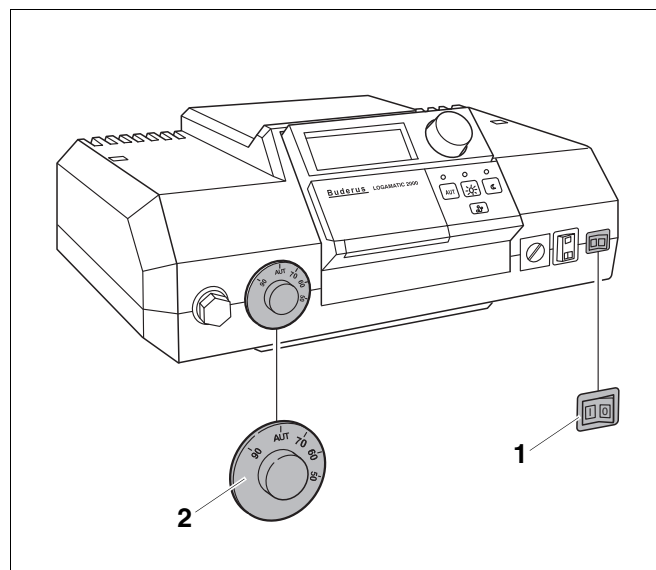
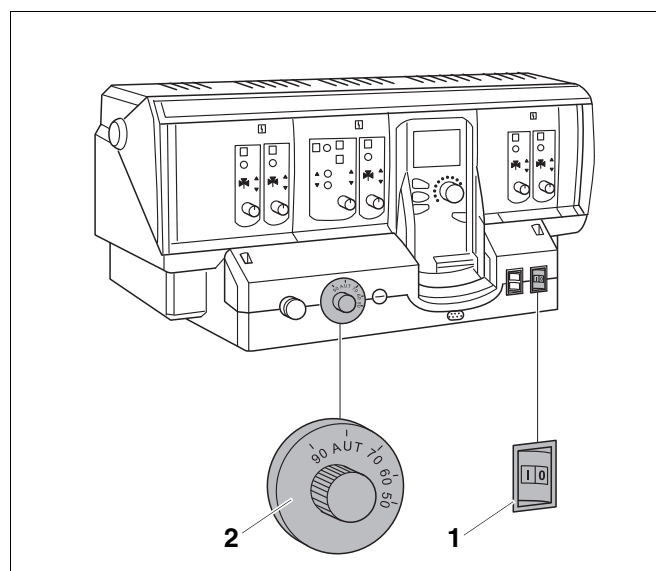

Рис. 24 Система управления Logamatic 2000
Рис. 25 Система управления Logamatic 4000
- Установить пусковой выключатель (Рис. 24, **поз. 1** или Рис. 25, **поз. 1**) в положение "I" (ВКЛ).
- Регулятор температуры котловой воды (Рис. 24, **поз. 2** или Рис. 25, **поз. 2**) установить на "AUT". При регулировании с поддержанием постоянной температуры установить нужное значение (минимум 65 °C).